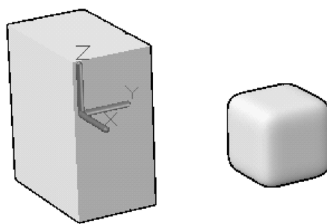

图 9-16 创建正方体网格
3) 在命令行中执行以下操作来创建一个边长为 55 的网格正方体, 如图 9-16 所示, 注意要设置其平滑度为“4”。